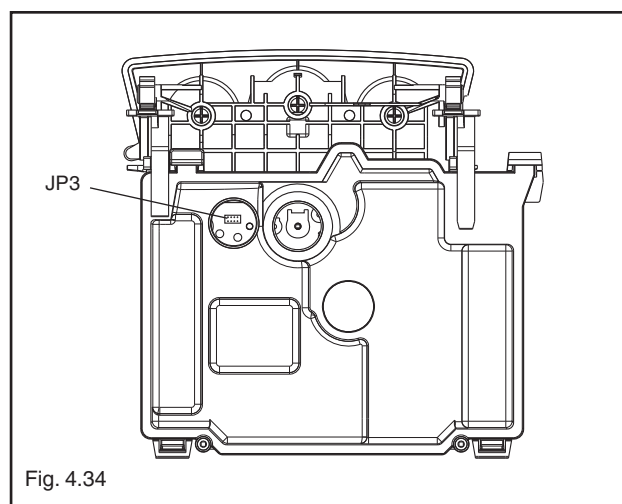

Fig. 4.34
- togliere il tappo di sinistra tirandolo verso di sé (fig. 4.34):